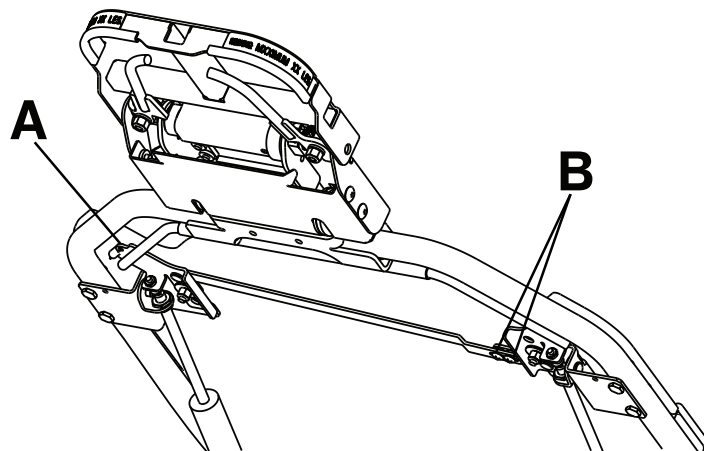

Figure 14 – Réglage de la poignée de déblocage du dossier du relève-buste pneumatique 5051
2. À l'aide d'un tournevis cruciforme n° 2, desserrer les deux vis (B) sur la barre de liaison de la poignée. Relâcher le ressort de tension de la poignée (A) du côté gauche du patient (Figure 14).